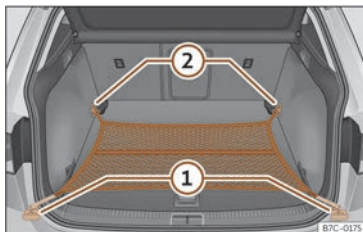

Fig. 113 Al maleter:bossa de xarxa enganxada arran de terra.
- Fixeu els ganxos de la xarxa a les argolles d'amarratge ① i ②»» **fig. 113** »» ⚠. La cremallera de la bossa ha de quedar cap amunt.